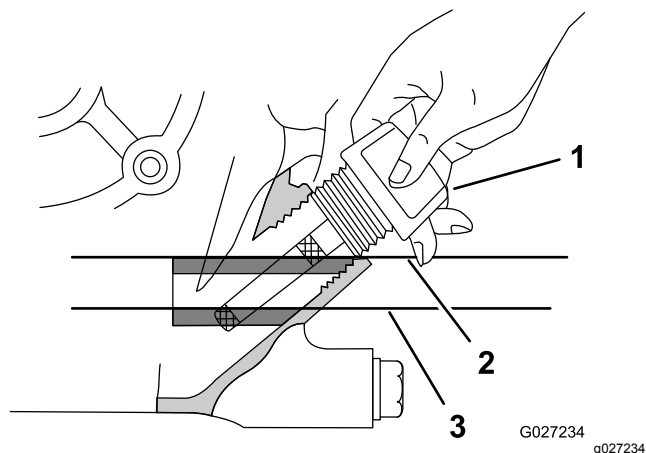

図 16
3. 図 16 のようにディップスティックをエンジンに差し込む。